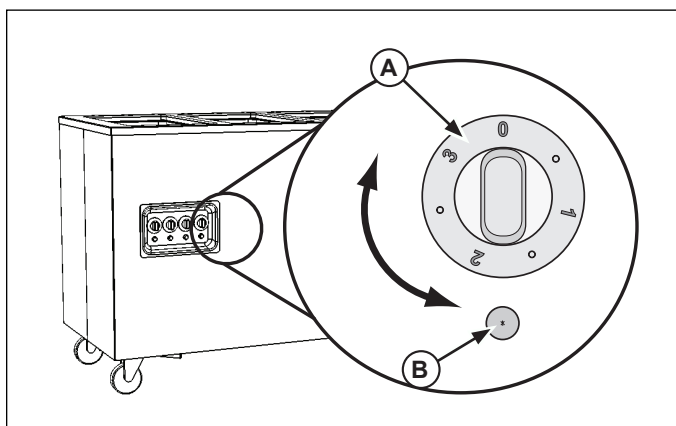

Figura 4. Controles del receptáculo caliente estándar
4. Precaliente el agua en los receptáculos cubriéndolos con tapas o recipientes de alimento vacíos. Gire el control de temperatura (A) hasta el ajuste máximo de calor. Consulte la Figura 4. Precaliente el agua durante 60 minutos.